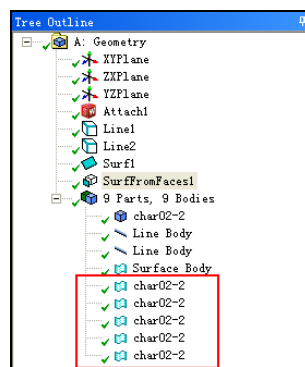

图 2-74 设计树中显示创建的面体
**步骤 06** 单击 **Generate** (生成) 按钮生成面体。设计树中的 **SurfFromFaces1** 变为 **Surface Body**, 表示面体生成成功。此时设计树中即包含了刚刚创建的面体(共有 5 个面体), 如图 2-74 所示。